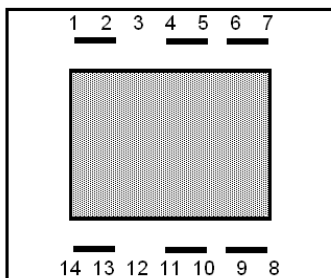

Fig. 10
1. Luftmængden vid normalläget kan ändras i 3 steg (130, 160 och 180V) genom att flytta kabeln på transformatorns sekundärsida enl. (fig. 10). Transformatorn finns bakom täckplåten med kontrollpanelen.